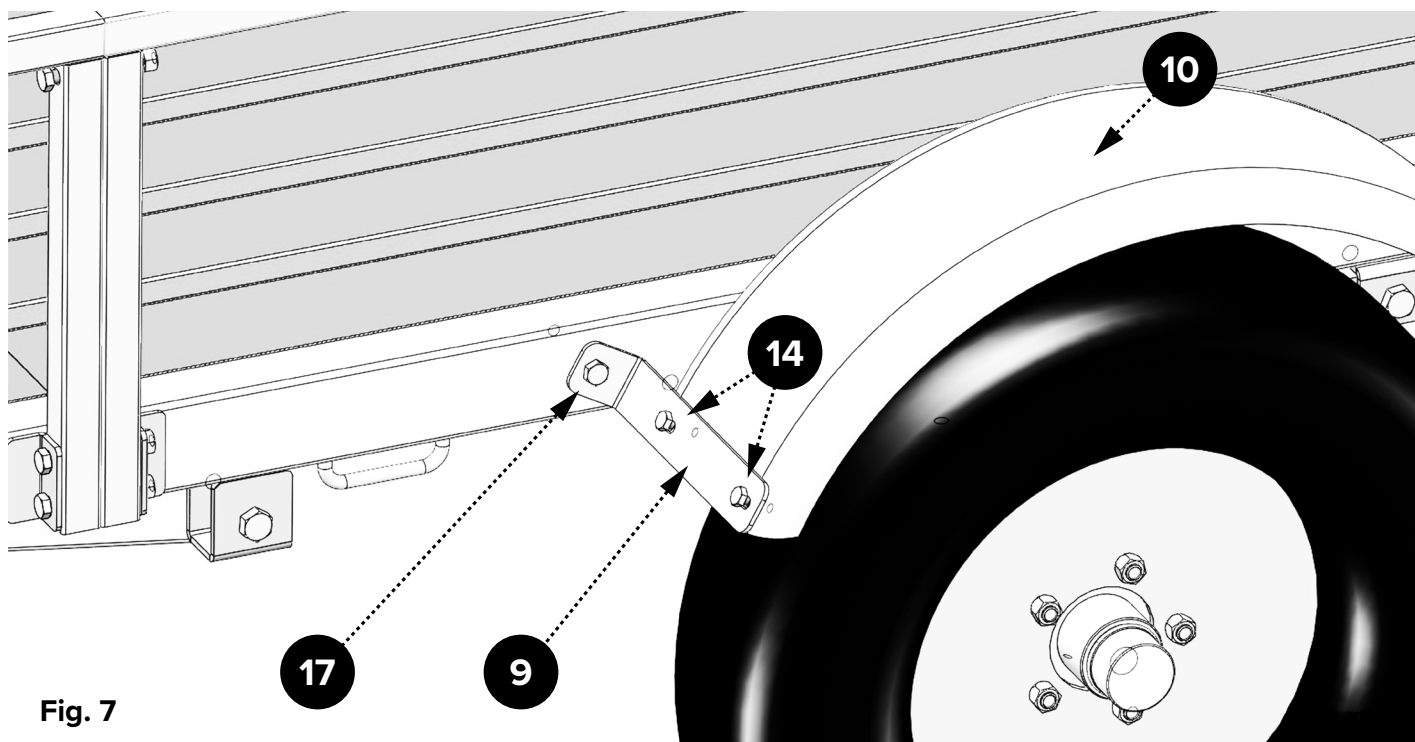

Fig. 7
1. Fixez les ailes à l'aide de boulons M10 x 70 (17) et des supports en L (9) comme illustré (Fig. 7).
2. Utilisez les boulons M8 x 25 (14) pour connecter les ailes entre les supports en L avant et arrière (9).